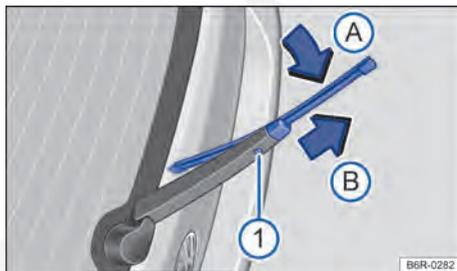

Fig. 188 Substituir a palheta do limpador do vidro traseiro.
- Manter pressionado a o botão de destravamento ⇒ Fig. 188 ①.
- Incliná-la a palheta do limpador do vidro no sentido do braço do limpador do vidro ⇒ Fig. 188 (seta ①) e ao mesmo tempo retirar no sentido da seta ②. Para isto, poderá ser necessário um esforço maior.
- Introduzir a nova palheta do limpador do vidro traseiro **de mesmo tamanho e versão** no braço do limpador do vidro traseiro no sentido contrário da seta ②, até que ela se encaixe. Aqui a palheta deverá estar em posição dobrada (seta ①).